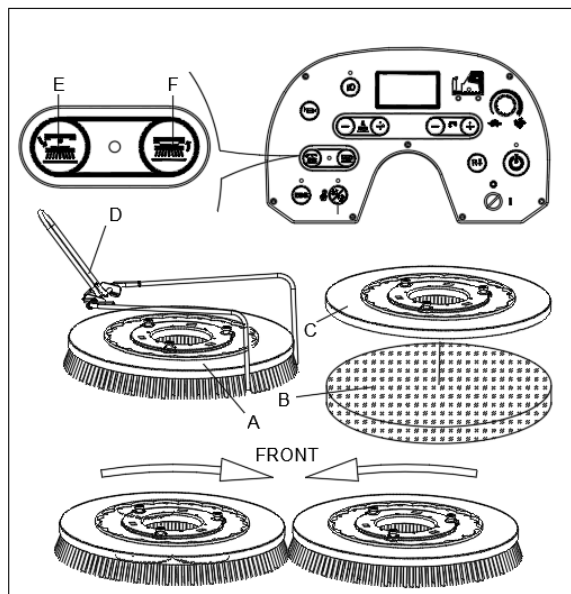

Figura 8
Instale o suporte da escova (A, Figura 8) ou esponja (B e C, Figura 8) de acordo com o tipo de chão a ser limpo.
2. Posicione as escovas (A, Figura 8) ou porta-escovas (B, Figura 8) debaixo do convés. Utilize o batente de instalação da escova (D, Figura 8) para ajudar a encontrar a posição correta do suporte da escova/almofada.
3. Intale o suporte da esponja/escova pressionando o botão de pressão do suporte da esponja/escova (F, Figura 8), o suporte da esponja/escova irá ser automaticamente instalado. A direção de rotação é mostrada (Figura 8). A luz indicadora LED piscará.
1. Introduza a chave de ignição (53, Figura 3) e posicione-a em “I”. Certifique-se de que a escova/suporte de almofada esteja na posição elevada (PARA CIMA). Remova o suporte da esponja/escova pressionando o botão de libertação do suporte da esponja/escova (E, Figura 8), o suporte da esponja/escova irá ser automaticamente removida. A luz indicadora LED irá ficar firme.